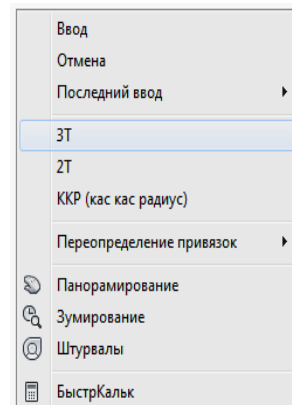

Рис. 12. Контекстное меню команды **Круг**
- в графической зоне содержание контекстного меню зависит от выполняемой в данный момент операции. Например, при выполнении команды **Круг** щелчок ПКМ в графической зоне откроет контекст данной команды (рис. 12), что позволит выбрать нужную опцию в этом контекстном меню щелчком ЛКМ.